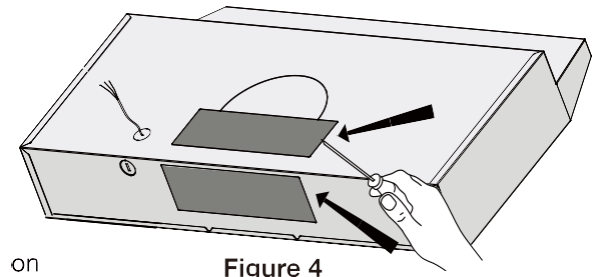

Figure 4
- Selon l'option d'évacuation extérieure choisie (voir page 10), retirez le panneau en acier situé sur le dessus ou à l'arrière de la hotte (voir figure 4).